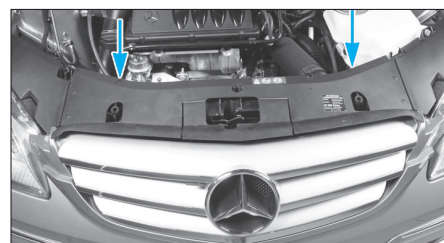

FIG. 12
- Déposer les agrafes (flèches) (Fig.12).